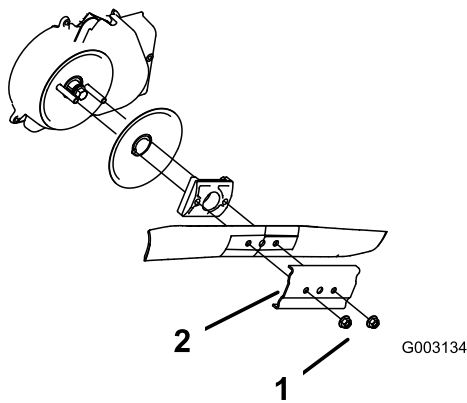

Figura 49
3. Togliete i due dadi della lama ed il rinforzo (Figura 49).
4. Togliete la lama (Figura 49).
5. Montate la lama nuova (Figura 49).